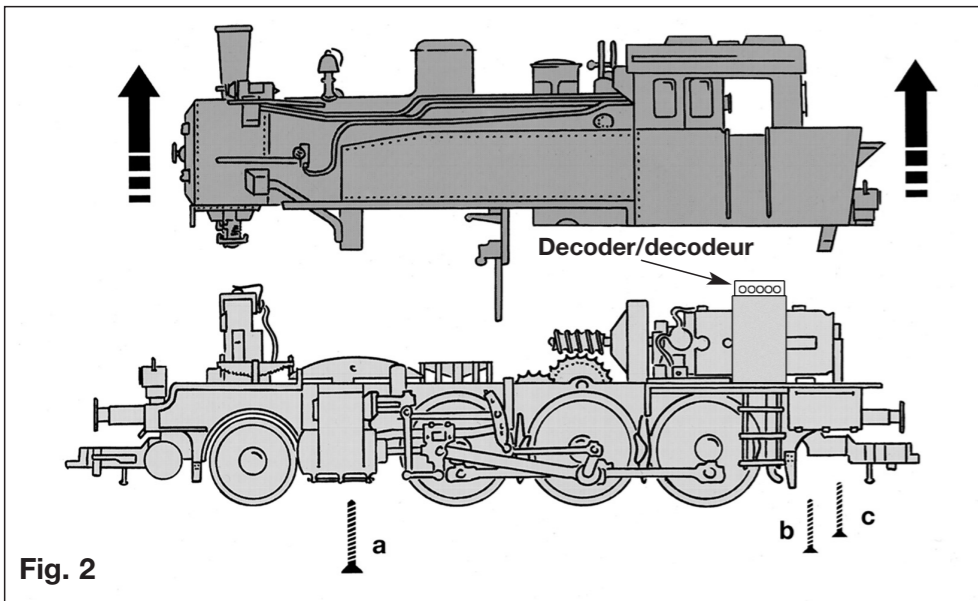
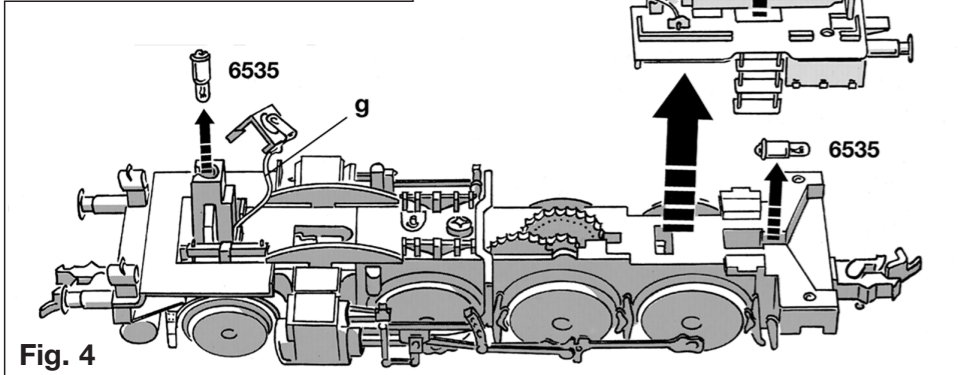
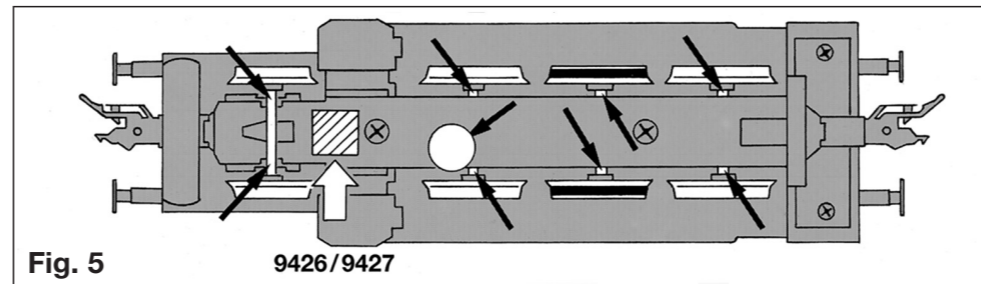

Fig. 2
Fig. 4
Fig. 5 9426/9427
van de motor, het verwisselen van de koolborstels en het oliën van motor en lagers nodig. De kruiskopschroefjes **a**, **b** en **c** losdraaien en het lochuis van de loc loodrecht naar boven trekken (fig. 2).
Het vervangen van het lampje (voor): Lampkontakt naar boven wegnemen. **Voorzichtig: Rode draad (g) niet los-trekken!** Lampje naar boven uit de houder trekken (fig. 4).
Het vervangen van het lampje (achter): Motorhouderbeugel **h** naar beneden drukken en met behulp van een pincet verwijderen. Motor met rode gedeelte van het onderstel naar boven wegnemen (fig. 4), zodat het lampje daaronder te voorschijn komt. Lampje uit de fitting nemen.
Digitale decoder inbouwen: Voor het inbouwen van een digitale DECODER (**DCC: 6876; TWIN: 6846**) zie fig. 2 en 4. De overbruggingsstekker voorzichtig eruit trekken. De 6-polige stekker van de Decoder zo in de adapter stekken, dat de markeringen "1" zich aan dezelfde zijde bevinden. Meer informatie over de montage van de decoderen vindt u in de desbetreffende gebruiksaanwijzing. Inbouwvolgorder (zie fig. 4): Stekkerinterface los maken van houder ①. Decoder ③ met grootste zijde naar anderen op plakstrook ② plakken. Tweede plakstrook ④ op de decoder ③ plakken en daarop de in de steckerinterface gestoken decoderstekker ⑤ plakken.
Oliën: De assen en de aandrijving uitsluitend op de aangegeven plaatsen oliën (fig. 4, 5). Alleen **FLEISCHMANN-olie 6599** gebruiken. Een klein druppeltje per smeerpunt (→) is heus voldoende, anders wordt de zaak te ved. Voor en juiste dosering het spuitje gebruiken dat wordt bijgeleverd in het olieflsjes.
Op de gemarkeerde plaats kan een **schakelmagneet 9426** of **9427** worden bevestigd (fig. 5).
Apertura: L'apertura della locomotiva si richiede solo per la sostituzione delle lampadine, installazione del modelo ricevente digitale, del motore, delle spazzole di contatto e per oliare i cuscinetti del motore e dell'ingranaggio. Rimuovere le viti **a**, **b**, **c** ed estrarre la carrozzeria verso l'alto (fig. 2).
Sostituzione della lampadina (davanti): Estrarre verso l'alto il contatto della lampadina. **Attenzione: Non rompere il filo rosso (g)!** Togliere la lampadina dal supporto estraendola verso l'alto (fig. 4).
Sostituzione della lampadina (dietro): Premere verso il basso il supporto del motore **h** e con l'aiuto di una pinzetta toglierlo sollevandolo verso l'alto. Sollevare verso l'alto il motore e la parte rossa inferiore della carrozzeria (fig. 4), al fine di vedere la lampadina. Togliere la lampadina dal suo supporto.
Montaggio di un modulo di ricezione digitale ("decoder"): Sul piano (vedi fig. 2 e 4) può essere incollare un DECODER (**DCC: 6876; TWIN: 6846**) a 6 poli. Estrarre la spina a potticello. Inserire la spina a 6 poli del DECODER nel connettore in modo tale che le tacche "1" si trovino sullo stesso lato. Prima di procedere al montaggio, consultare il manuale di funzionamento del DECODER. Procedere come segue (vedi fig. 4): Togliere l'interfaccia dal nastro adesivo ② sull'angolo in metallo ①. Posizionare il decoder ③ con l'IC più grande verso il basso sul nastro adesivo ②. Mettere il secondo nastro adesivo ④ sopra al decoder ③ e incollare l'interfaccia con il connettore del decoder ⑤ inserito.
Lubrificazione: L'asse ed il motore vengono oliati solo nei punti indicati (fig. 4 e 5). Utilizzare solo olio **FLEISCHMANN 6599**. Usare soltanto una piccola goccia per ogni punto di oliature (→), altrimenti si rischia di oliare troppo. Per il dosaggio utilizzare l'ago di cui è provvista il tappo di chiusura del flacone dell'olio.
I magneti 9426 e 9427 devono essere posizionati solo nel punto indicato (fig. 5).
Öffnen: Ein Öffnen der Lok ist nur zum Lampenwechsel, Einbau eines Decoders, Austausch des Motors, Schleifkohlenwechsel und Ölen der Motor- und Getriebelager erforderlich. Die Kreuzschlitzschrauben **a**, **b** und **c** lösen und Lokgehäuse senkrecht nach oben abnehmen (Fig. 2).
Lampenwechsel (vorne): Lampenkontakt nach oben abnehmen. **Vorsicht: Rote Litze (g) nicht abreißen!** Glühlampe aus der Halterung nach oben herausziehen (Fig. 4).
Lampenwechsel (hinten): Motorhaltebügel **h** niederdrücken, mit Hilfe einer Pinzette abhebeln und nach oben abheben (Fig. 4), so dass die Glühlampe darunter zum Vorschein kommt. Glühlampe aus der Fassung herausnehmen.
Einbau eines DECODERS: An der in Fig. 2 und 4 gekennzeichneten Stelle kann ein DECODER (DCC: 6876; TWIN: 6846) eingebaut werden. Brückenstecker abziehen und Stecker des Decoders einstecken. Auf gleiche Lage der mit „1“ gekennzeichneten Anschlüsse achten. Siehe auch Betriebsanleitung des jeweiligen Decoders. Einbaureihenfolge (s. Fig. 4): Vom Bügel ① Schnittstelle ablösen, DECODER ③ mit dem größten Bauteil nach unten auf Klebestreifen ② kleben. Zweiten Klebestreifen ④ auf DECODER ③ kleben und darauf den in die Schnittstelle gesteckten Stecker des DECODERS ⑤ ankleben
Ölen: Geölt werden Achsen und das Getriebe nur an den gekennzeichneten Stellen (Fig. 4, 5). Nur **FLEISCHMANN-Öl 6599** verwenden. Nur ein kleiner Tropfen pro Schmierstelle (→), sonst Überölung. Zur Dosierung die in der Verschlusskappe der Ölflasche angebrachte Nadel verwenden. An der markierten Stelle kann der **Schaltmagnet 9426 oder 9427** eingebaut werden (Fig. 5).
Opening: Opening the loco is only necessary to change the bulbs, install a decoder, motor, brushes or to oil the motor and gear bearings. Undo the cross-headed screws **a**, **b** and **c** and vertically lift the loco body upwards (Fig. 2).
Changing the Bulbs (front): Take off the light contact upwards. **Take care not to rip off the red lead (g)!** Pull out the bulb upwards from its socket (Fig. 4).
Changing the Bulbs (rear): Press down the motor retaining clip **h**, and using tweezers lift it out upwards. Lift up the motor with the red body section (Fig. 4), so that the bulb can be seen underneath. Take the bulb out of its socket.
Mounting a digital decoder: At the position shown in fig. 2 and 4 a decoder (DCC: 6876; TWIN: 6846) can be fitted. From the interface socket, pull out the jumper and plug in the connector of the respective decoder. Pay attention that the markings "1" of the socket and connector are on the same side. See also the operating instructions of the respective decoders. Proceed as follows (see Fig. 4): Take interface from adhesive strip on metal angle ①. Place decoder ③ with the largest IC facing downwards on the adhesive strip ②. On top of decoder ③, place 2nd adhesive strip ④. On top of adhesive strip ④, place interface with decoder connector plugged in ⑤.
Lubrication: Axles and bearings should only be oiled on the places indicated (Figs. 4, 5). Only use **FLEISCHMANN-oil 6599**. Only but a tiny drop in each place (→), otherwise it will be overoiled. An applicator needle is located in the cap of the oil bottle for your use.
The switching magnet 9426 of 9427 can be positioned in the location marked (Fig. 5).
Ouverture : L'ouverture de la locomotive ne se justifie que pour le remplacement de lampes, montage d'un decodeur, remplacement du moteur ou des charbons de moteur et la lubrification des paliers du moteur et du train d'engrenages. Enlever les vis à rainures cruciformes **a**, **b** et **c** et retirer la carrosserie vers le haut (fig. 2).
Remplacement de la lampe (avant) : Enlever le contact de la lampe en le soulevant. **Attention : Veiller à ne pas casser le fil rouge (g) !** Retirer la lampe de son logement en la soulevant (fig. 4).
Remplacement de la lampe (arrière) : Presser vers le bas l'étrier de fixation **h** du moteur. Au moyen d'une petite pince, dégager les arrêts et enlever l'étrier vers le haut. Retirer, vers le haut, le moteur en même temps que la partie rouge inférieure de la carrosserie (fig. 4) de façon à apercevoir la lampe au paravant cachée. Oter la lampe de son support.
Montage d'un decodeur digital : La montage decodeur (DCC: 6876; TWIN: 6846) est possible dans la position prévue (voir fig. 2 et 4). Extraire soigneusement la fiche de pontage. Après, brancher la fiche à 6 poles d'un decodeur en respectant l'ordre des fils et en veillant à ce que les repères "1" soient du même côté. Pour les plus informations voir les instructions de service de la decodeur. Procéder comme suit (voir Fig. 4) : Soulever l'interface de la bande adhésive ② sur l'angle en métal ①. Placer le decodeur ③ avec le plus grand IC vers en bas sur la bande adhésive ②. Placer la deuxième bande adhésive ④ sur le decodeur ③ et coller y l'interface avec le connecteur de la decodeur branchée ⑤.
Lubrification : Les axes et le train d'engrenages doivent être légèrement huiles aux repères marqués de flèches (fig. 4, 5). N'utilisez que l'huile recommandée **FLEISCHMANN 6599**. Une seule goutte par point à lubrifier (→), afin d'éviter tout excès. L'aiguille montée dans le bouchon du petit flacon convient parfaitement à cet usage.
Un aimant de commande 9426 ou 9427 se place dans l'emplacement prévu (fig. 5).